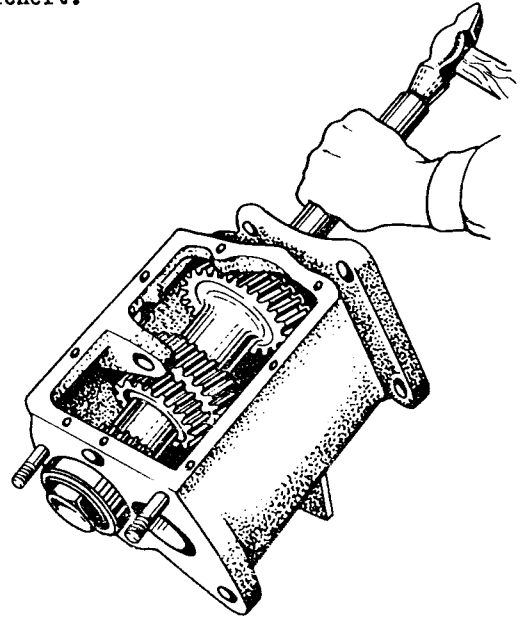

Bild 85. Ausbau der Vorgelegewelle
8. Mutter des vorderen Vorgelegewellenlagers mit Spezialschlüssel losschrauben und Zwischenwelle mit Lager nach hinten herausnehmen (Bild 85).